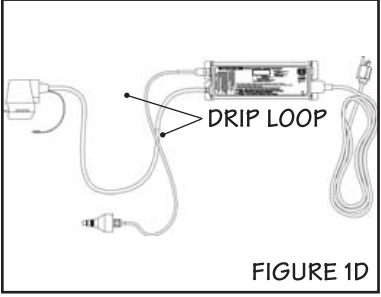
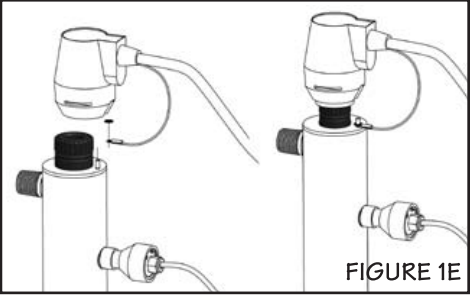

FIGURE 1D
FIGURE 1E
- The ballast should be mounted either above or beside the reactor chamber. Never mount vertically with AC connector at top of ballast to prevent moisture from running down cordage and causing a potential fire hazard. Drip loops in all cordage connected to ballast controller is highly recommended (see figure 1D).
- Le contrôleur devrait être installé au-dessus ou à côté de la chambre du réacteur. Afin d'empêcher que de la condensation s'écoule sur le fil et cause un risque latent d'incendie, ne jamais l'installer à la verticale, le raccord AC sur le dessus. Des boucles d'égoûtement sur tous les fils branchés au contrôleur du ballast sont fortement recommandées (Figure 1D).
4. Mount the Cobalt ICE controller horizontally to the wall, near the reactor chamber. Ideally place the controller above the reactor and away from any water connection point, to prevent any water from potentially leaking onto the controller by means of a leak at a connection point or a “sweating” system. Make sure you allow for a “drip-loop” (Figure 1D) on the lamp, sensor and power cord, again, to prevent any water from potentially entering the controller. Affix the green ground wire to the grounding lug at the top of the reactor vessel and securely fasten with the lugnut provided (Figure 1E).
- complètement le réacteur, enlever l'écran de retenue, essayer soigneusement le joint En cas de fuite, fermer l'arrivée d'eau, vider sont les plus sujets à la formation d'une fuite. des fuites. Les points où il y a un joint torquer inspecter tous les composants du circuit pour 6. Après avoir réalisé tous les raccordements, ouvrir lentement l'arrivée d'eau et 5. Installer la lampe UV et le capteur UV – voir les instructions aux pages 8 à 9. haut du réacteur et bien le serrer à l'aide de l'écras à oreille fourni (Figure 1E). contrôler. Fixer le fil vert de mise à la terre sur l'oreille de mise à la terre située en s'écoule le long d'un câble et s'introduise dans un accessoire électrique ou dans le le câble du capteur et le câble de la lampe (Figure 1D), ce qui empêchera que l'eau connexion. De plus, former une demi-boucle avec le câble d'alimentation électrique, arrosé ou mouillé par une éventuelle fuite d'eau ou condensation au niveau d'une branchement de la canalisation d'eau, pour éviter que le contrôleur puisse être 4. Fixer le contrôleur Cobalt ICE horizontalement sur le mur, à proximité du réacteur. Lorsqu'elles sont rattachées au système. D'ENDOMMAGER LES JOINTS TORIQUES, NE PAS SOUDER LES CONNEXIONS se fait dans la direction de la flèche sur le limiteur (Figure 1E). Afin d'éviter sortie d'eau dans la direction indiquée sur le limiteur. S'assurer que l'écoulement des systèmes homologués NSF (les limiteurs de débit sont obligatoires et fournis avec chaque système homologué NSF). Le limiteur de débit doit être monté sur la un limiteur de débit au système afin de maintenir le débit nominal du fabricant possible d'utiliser plusieurs méthodes de raccordement à l'approvisionnement en eau, on recommande l'emploi d'écrous-unions. Il est fortement conseillé d'ajouter 3. Fixer le système sur le mur à l'aide des brides de serrage fournies. Bien qu'il soit